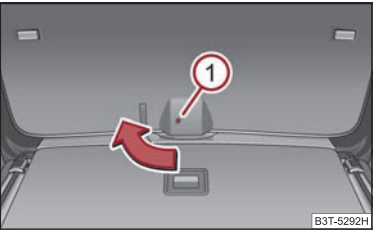

Fig. 36 Desbloqueo de emergencia de la tapa de maletero
- Introduzca en el orificio ❶ ⇒ página 50, fig. 36 un destornillador hasta el tope.